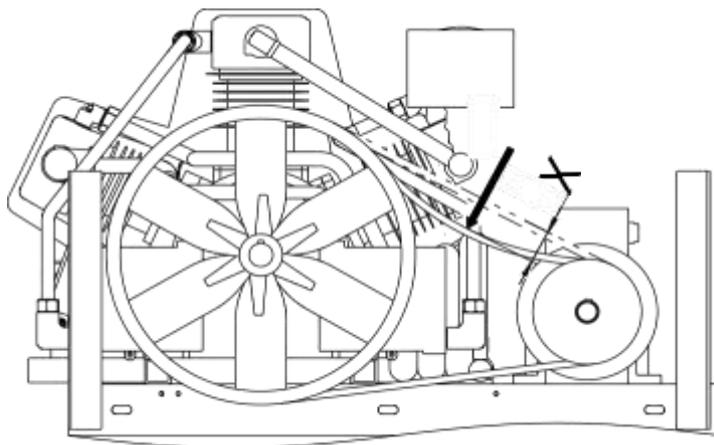

Рисунок 4
- 3 Приложите силу F с усилием 40...55 Н, перпендикулярно к середине ремня (рисунок 4).